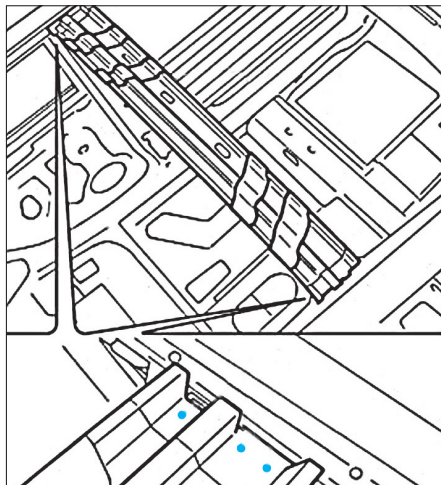

FIG. 46
- Ajuster la traverse centrale, puis souder comme illustré (Fig.46).